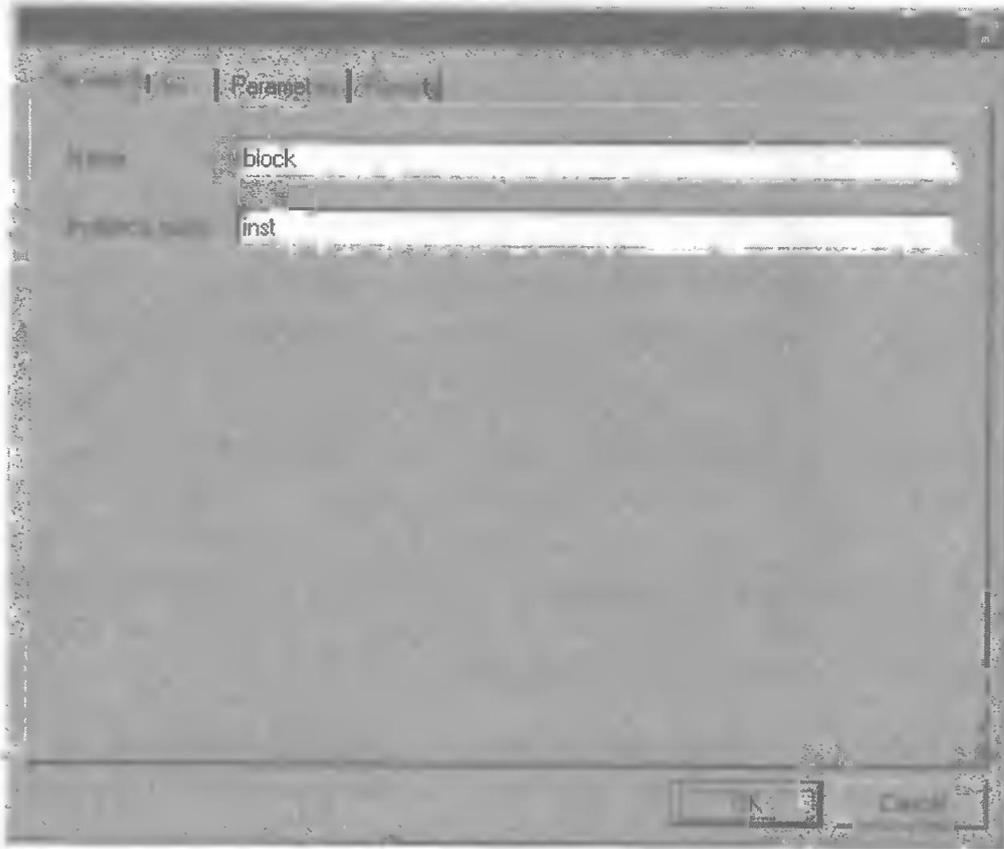

Рис. 3.11
5. Перейдите на вкладку **General** (основные) (рис. 3.11).